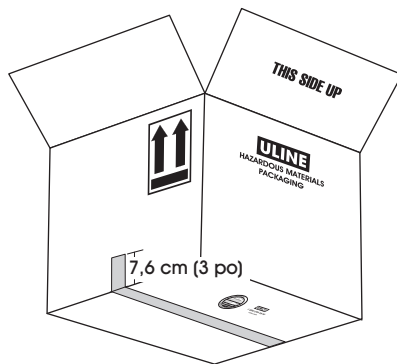

Figure 1
2. Scellez le dessous de la boîte le long de la jointure centrale à l'aide d'une bande de ruban adhésif en polypropylène (2,6 mil) de 5 cm (2 po) de largeur (n° de modèle Uline S-14564). Le ruban adhésif doit dépasser de 7,6 cm (3 po) à chaque extrémité de la boîte. (Voir Figure 1)